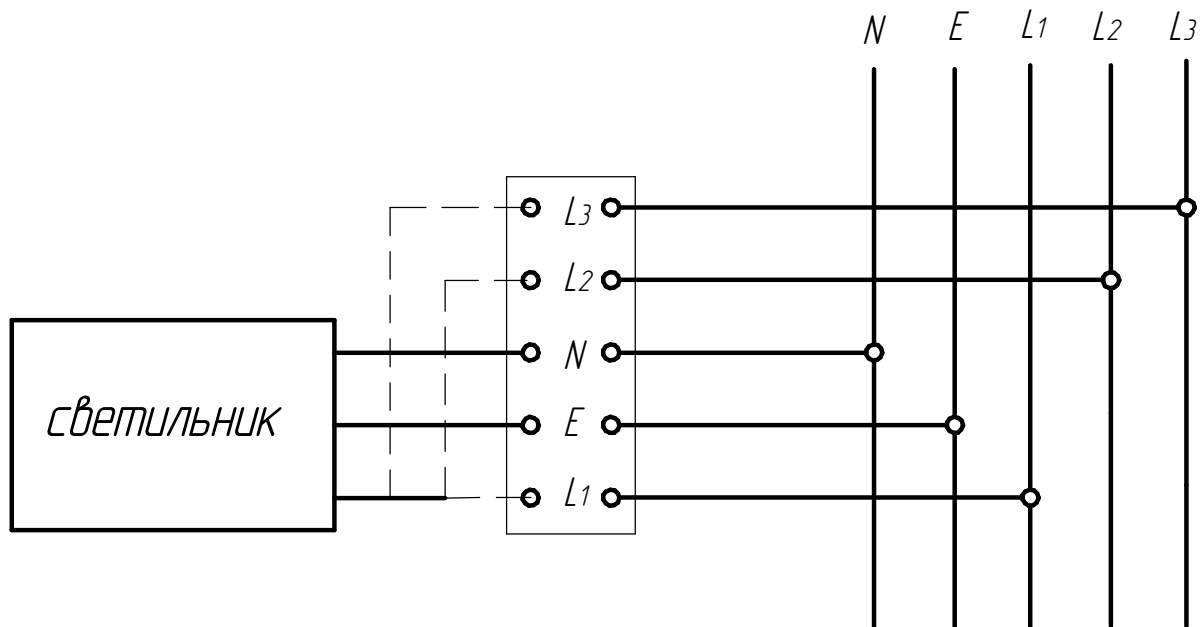

Рисунок 3 - Схема подключения светильника к сети
6.4 Подключите светильник к электрической сети согласно схеме рис. 3.